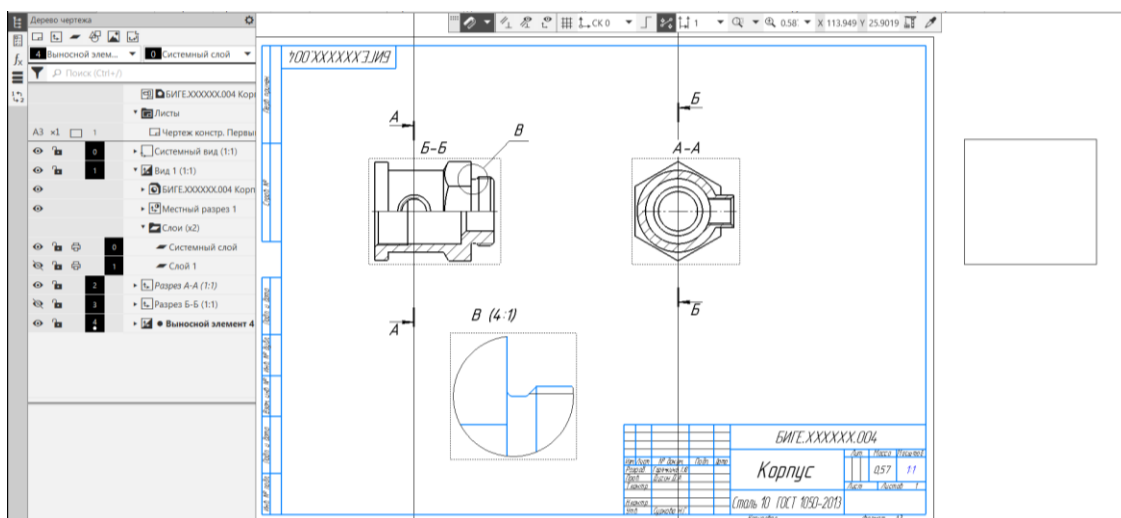

Рис. 16 Команда «Выносной элемент»
- Черчение – Обозначения – Выносной элемент. Параметры: обозначение выносного элемента – В, масштаб – 4:1 (рис. 16).